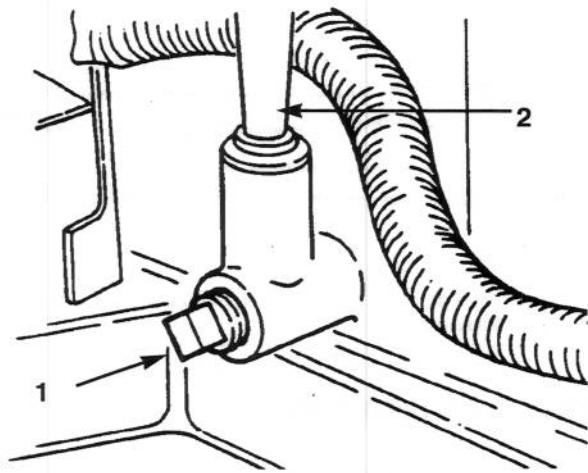

Fig. 34
- Mettete una bacinella sotto il tubo di riempimento/dell'asta di misurazione del livello dell'olio, e togliete il tappo di spurgo (Fig. 34).